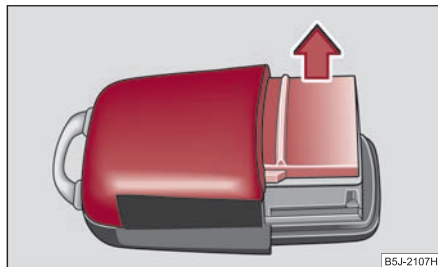

Fig. 34 Couvercle du boîtier de l'émetteur
- Retirez le couvercle du boîtier de l'émetteur ⇒ fig. 34 dans le sens de la flèche.